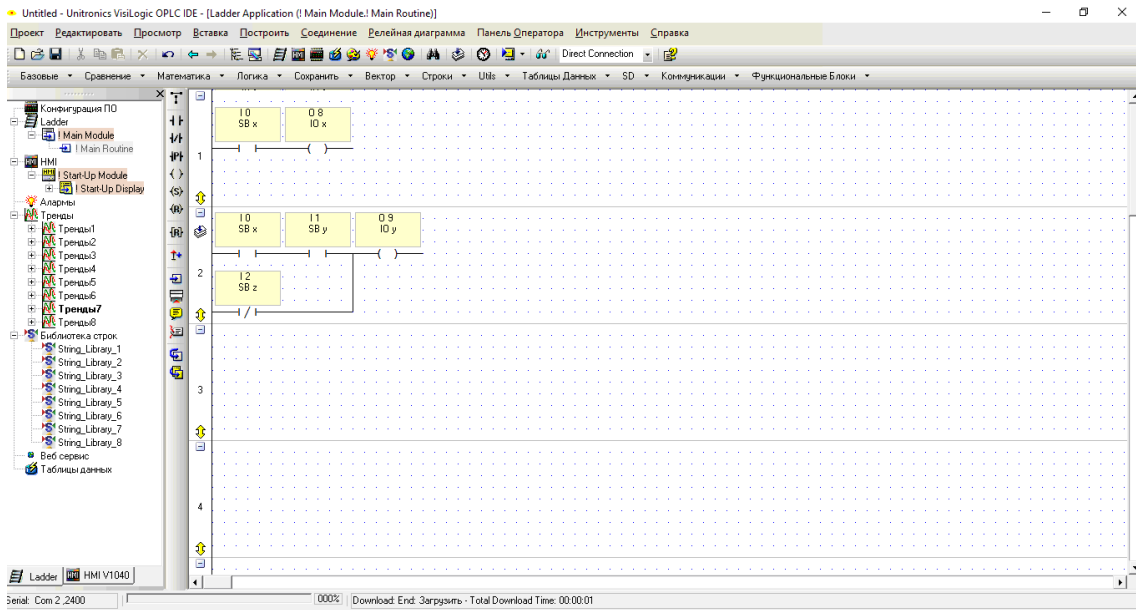

Рис. 1.11. Приклад програми
10. Готова програма для ПЛК може мати такий вигляд, як, *наприклад*, на рис. 1.11.